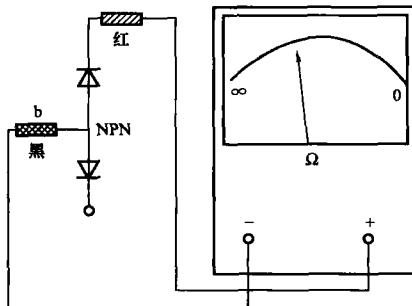

图 1-11 判别 b 极和管型
(1) 判别依据：和判别 b 极相同。
(2) 判别条件：已知 b 极。
(3) 判别方法：黑表笔接 b 极不动，红表笔分别接其余两极，若两次测的电阻同为低电阻(几百欧至几千欧)，则为 NPN 型管，如图 1-11 所示。若两次测的电阻同为高电阻(几千欧至无穷大)，则为 PNP 型管。